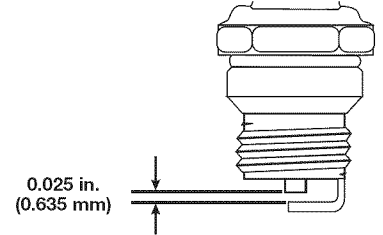

Fig. 16
3. Reemplace la bujía si está rajada, corroída o sucia. Ajuste la abertura de la bujía a 0.025 pulgadas (0.635 mm) con la ayuda de un calibrador de hoja (Fig. 16).